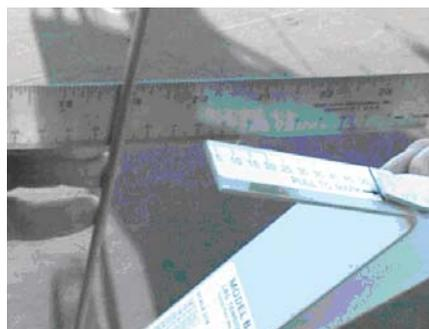

Figura 4
▶ Ahora debemos chequear que la carlinga está en su correcta posición. Con el popel desconectado mediremos la tensión del stay de proa. La medida del tensiómetro debe ser entre 20-30 mm cuando midamos la tensión del stay de proa. ( Ver figura 4 ).